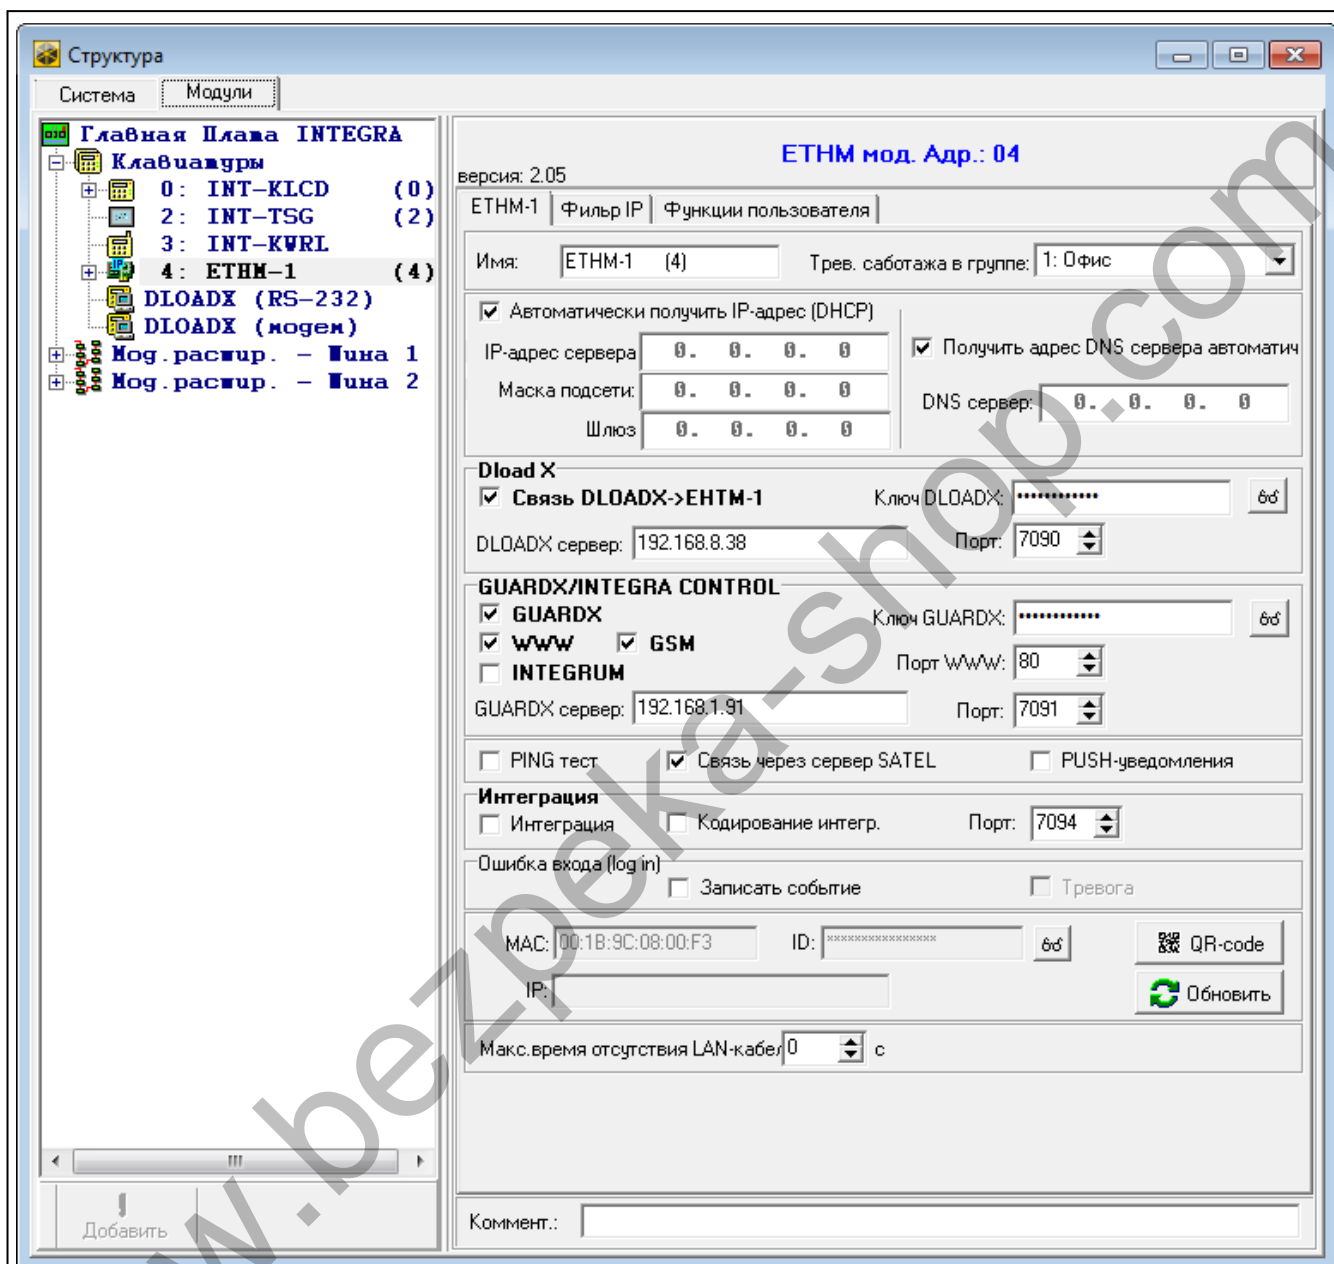

Рис. 5. Программа DLOADX: настройки модуля, подключенного к прибору INTEGRA / INTEGRA Plus (модуль идентифицируется как «ETHM-1»).
- с помощью программы DLOADX: внизу параметров и опций модуля (рис. 5 и 6).